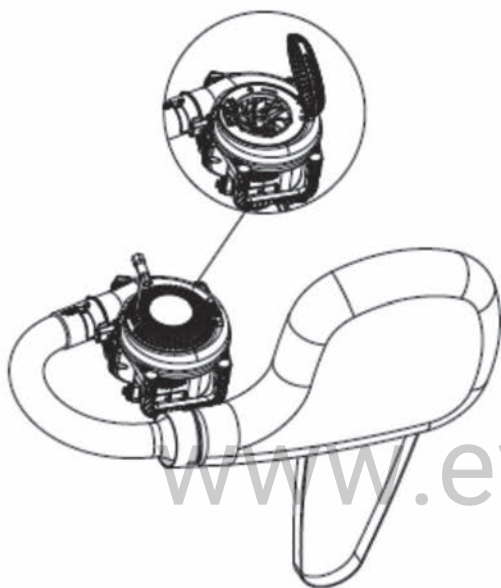

РИС. 6
3) Вставьте кончик плоской отвертки или свечной ключ (прилагается) вертикально в прорезь крышки воздухозаборника, поверните инструмент против часовой стрелки, чтобы разблокировать и открыть крышку воздухозаборника (рис. 6).